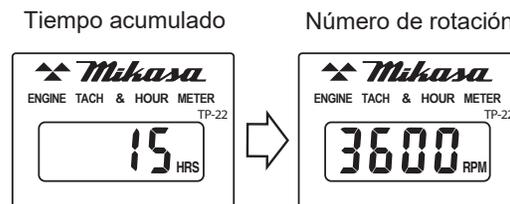

Figura 19. Tacómetro de horas (número de rotación)
10. Durante la operación, el tacómetro e horas muestra el "número de rotación" (Figura 19).